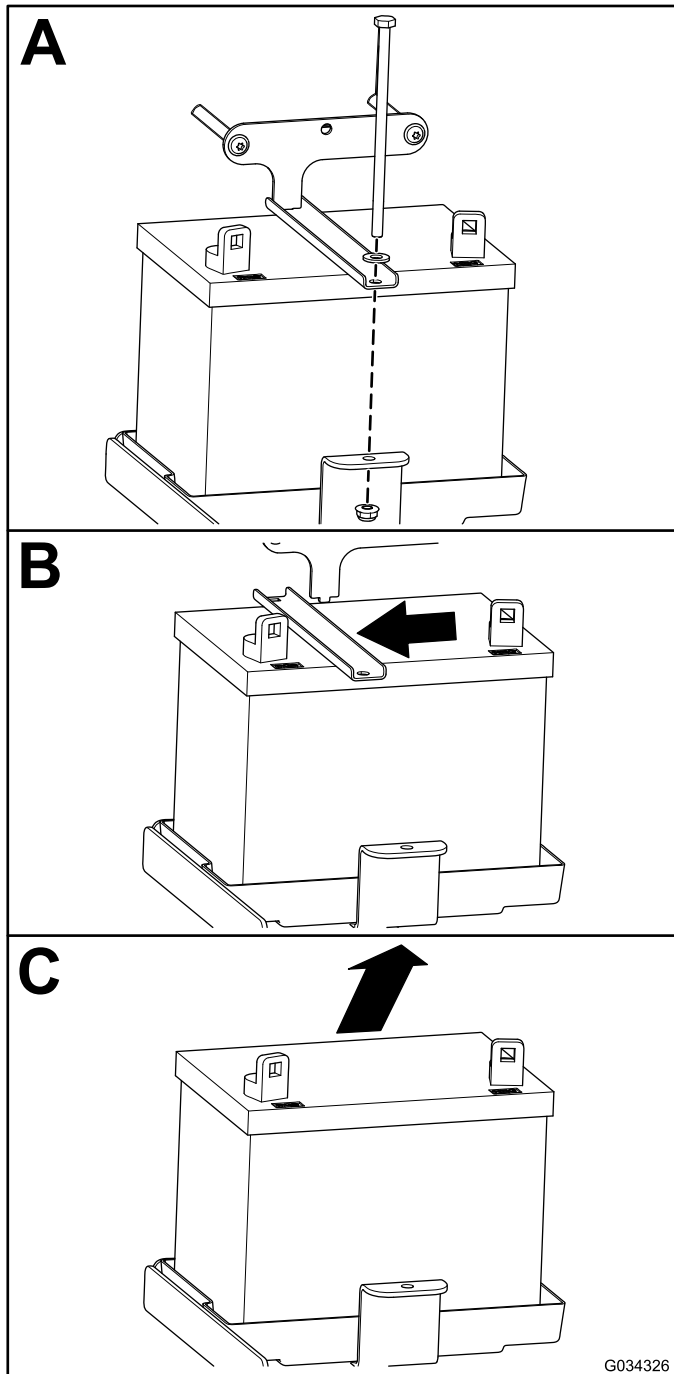

Figure 50
2. Déposez la batterie comme montré à la Figure 50.